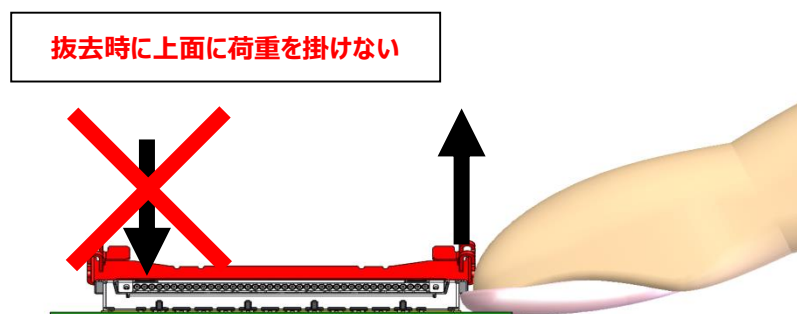

Fig.28
- ・基板と垂直に引き上げる事を推奨いたしますが、片側（ケーブルピッチ方向）を先に抜去する場合はコネクタ上面に荷重が加わらないようにしてください。(Fig.28)